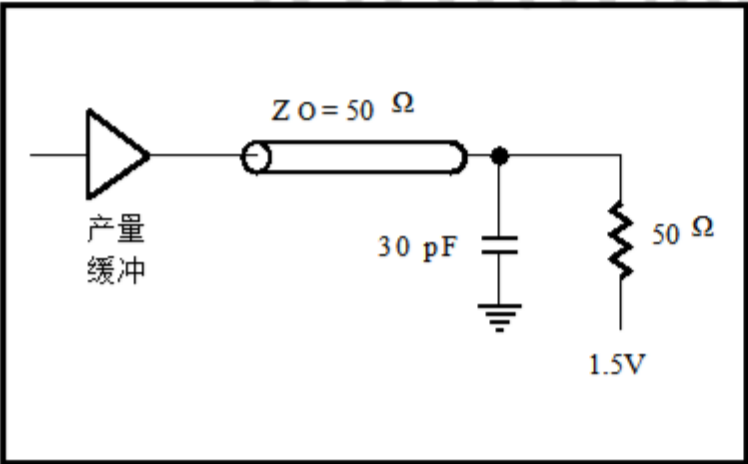

图1
| 输出负载             | 参见图1和2  |
3. 用图1中的负载进行测试.
1.用图1中的负载进行测试.